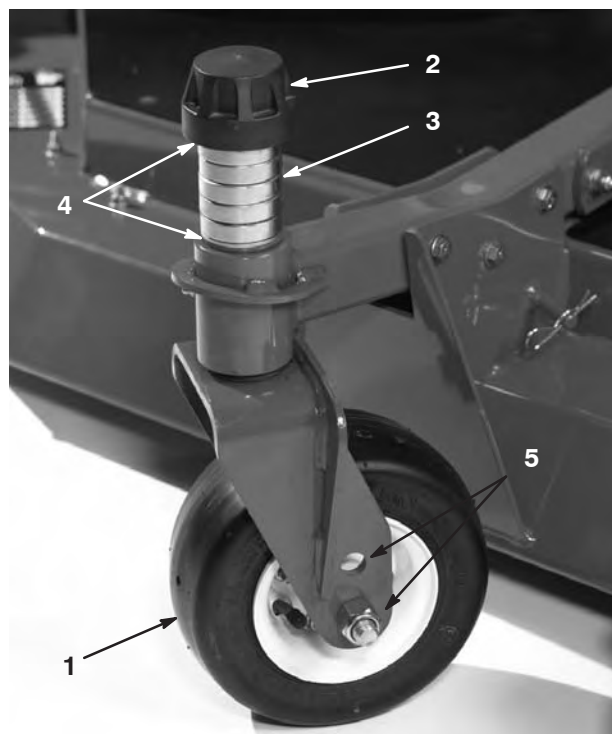

Figure 6
3. Enlevez le chapeau de tension de l'axe de pivot (Fig. 6) et sortez l'axe du bras pivotant. Replacez les 2 cales (1/8 pouce) sur l'axe de pivot comme à l'origine. Elles sont requises pour que les plateaux de coupe soient parfaitement de niveau sur toute la largeur. Placez le nombre requis d'entretoises de 1/2 pouce sur l'axe de pivot pour obtenir la hauteur de coupe voulue, puis ajoutez la rondelle.